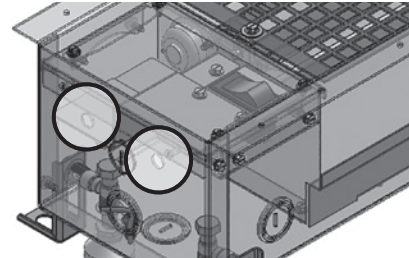

Figura 11D: Puntos de conexión modulares
14. Después del cableado, use cinta aisladora para cubrir y sellar los agujeros de acceso de la caja de conexiones. Ver la Figura 11D.
19. Retire la rejilla, ajuste las patas deslizables y las abrazaderas metálicas. Ver la Figura 11D.